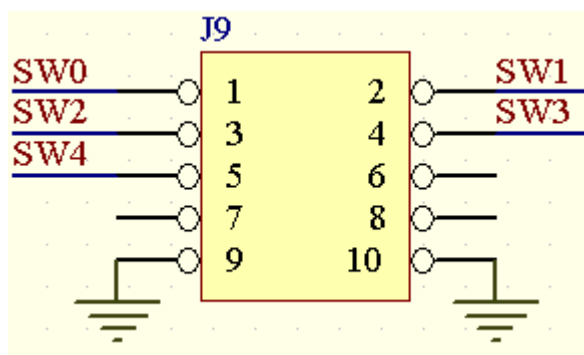

图 6 通道扩展接口
图 6 是扩展接口的控制信号端, 该 10 芯插针通过 10 芯扁平线与 RBH3132 的 JP1(IN) 相连, 从而实现高达 1024 通道的高速模拟量采集系统。当采用通道扩展模式时, 第一个 RBH3132 的输出接 J12 的 CH0, 第二个 RBH3132 接 J1 的 CH1, 依此类推, 共计可以接 32 个 RBH3132, 可以扩展的通道数为  $32 \times 32$  共计 1024 通道。多通道控制模式只需要用户在软件中设置就可以实现, 硬件实现全部的通道控制功能, 用户软件对于通道的处理与非控制模式完全相同。